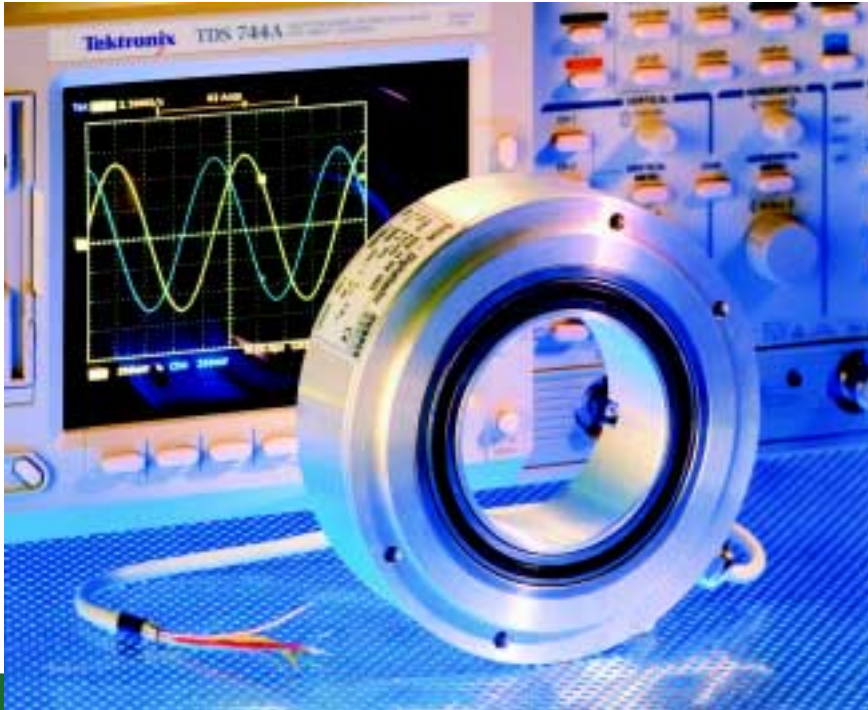

Bild 12: Sinus-Tacho EGS 14 mit 1.024 Sinusperioden/Umdrehung und großer Hohlwelle.
- Sinus-Tachos mit großer Hohlwelle (➔ Bild 12)